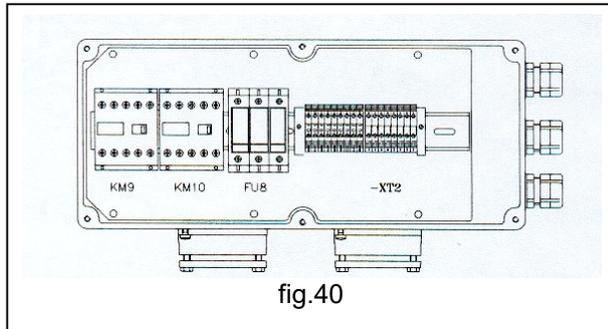

fig.40
- Los esquemas eléctricos se facilitan dentro del aparato de mando rotación (fig.40).
- Los esquemas eléctricos se facilitan dentro del equipo eléctrico (fig.40 bis).
fig.40 bis